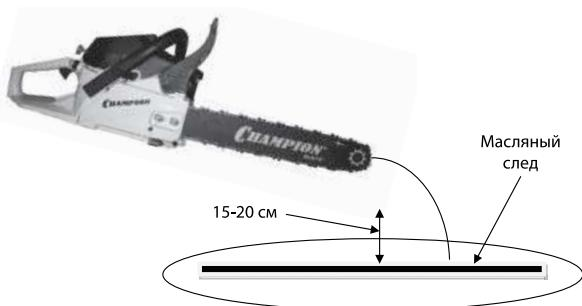

Рис.8
- Нажмите на курок газа и дайте двигателю поработать примерно 10-15 сек. на максимальных оборотах. Под шиной должен остаться четкий масляный след. (Рис.8)